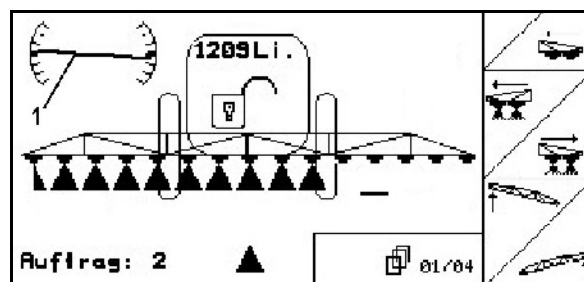

Fig. 99
- El símbolo de ajuste de la inclinación que aparece en la pantalla (Fig. 99/1) indica la inclinación del varillaje de pulverización seleccionado. En el ejemplo, el lado izquierdo del varillaje de pulverización está elevado.